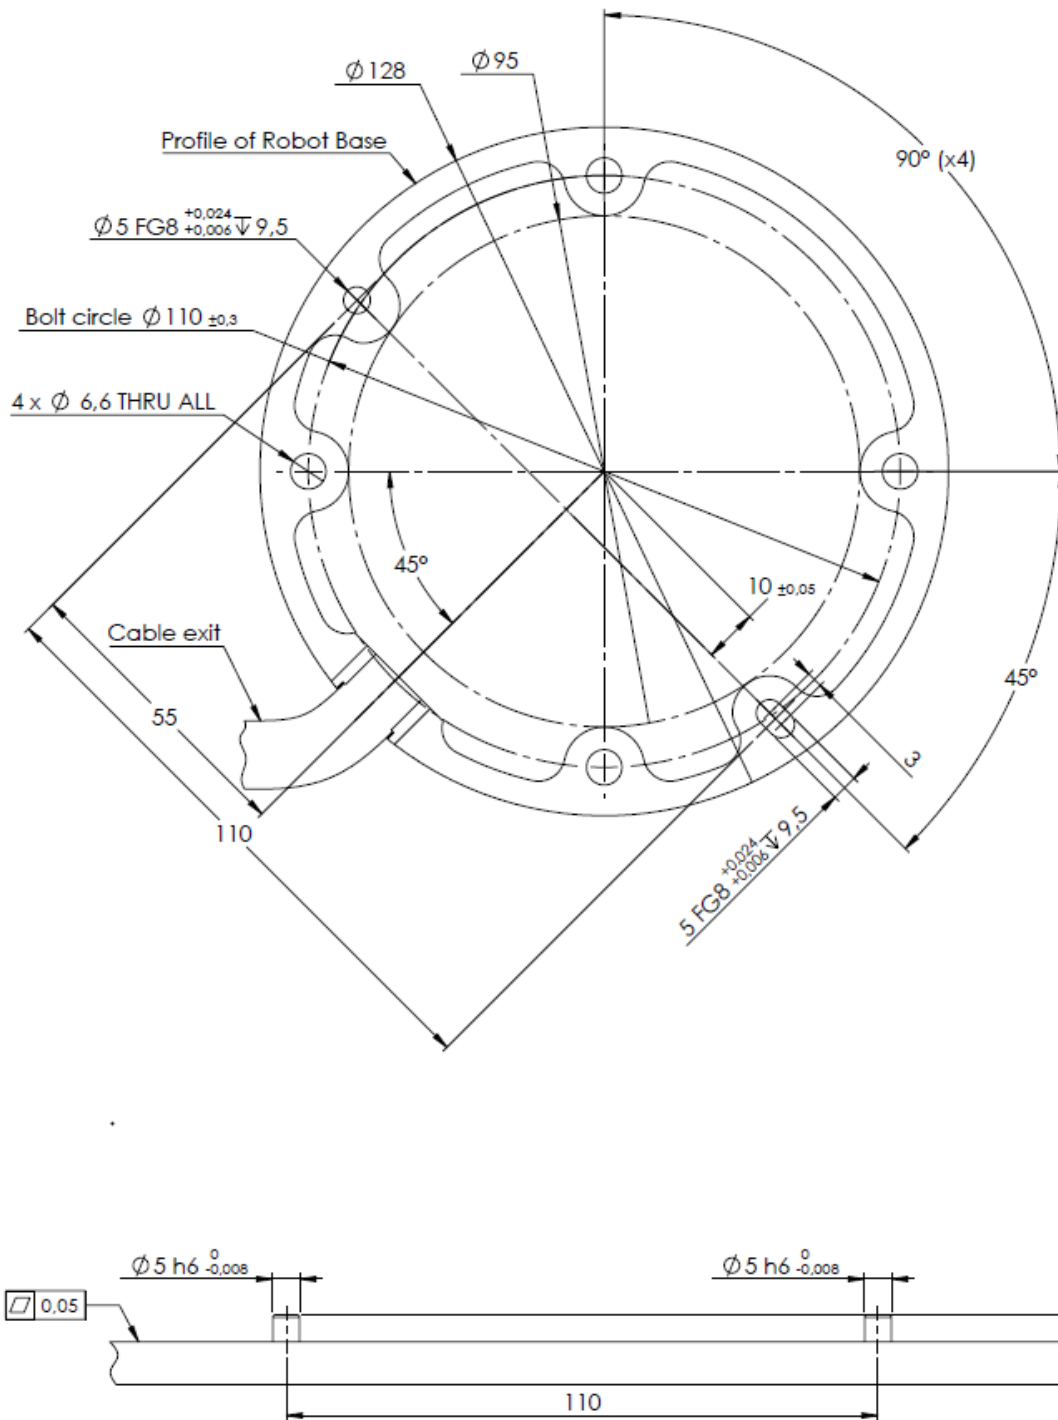

Abbildung 4.1: Löcher zur Montage des Roboters. Verwenden Sie vier M6 Schrauben. Alle Maßangaben sind in mm.
**Roboterarm** Der Roboterarm wird mithilfe von vier M6 Schrauben montiert, die in den vier 6.6 mm-Löchern der Roboterbasis befestigt werden. Es wird empfohlen, diese Schrauben mit 9 Nm Drehmoment festzuziehen. Für eine sehr genaue Neupositionierung des Roboterarms sind zwei Ø5 Löcher zur Verwendung mit einem Stift vorgesehen. Darüber hinaus ist ein genaues Gegenstück der Basis als Zubehörteil verfügbar. Abbildung 4.1 zeigt die Stelle, an der die Löcher zu bohren und die Schrauben zu montieren sind.